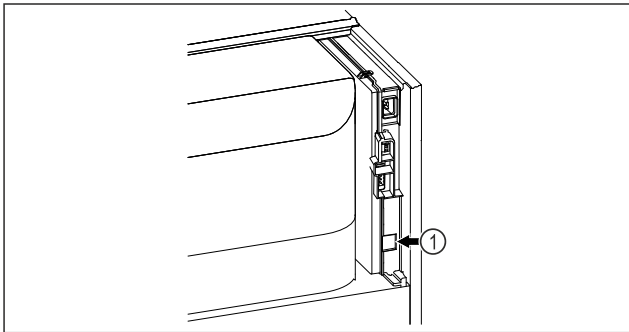

Fig. 60
- ❑ SmartModule Fig. 60 (1) 已使用。